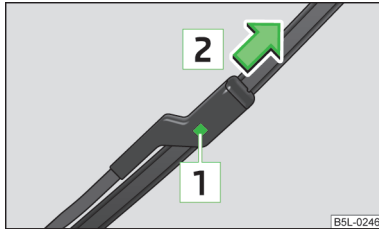

Abb. 51
- Die Sicherung **1** » Abb. 51 drücken und das Scheibenwischerblatt in Pfeilrichtung **2** abziehen.